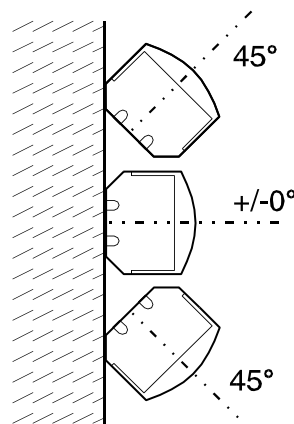

Abbildung 3.3
6.4.4 Wandmontage, 45° horizontal nach links oder rechts (Abb. 3.3)